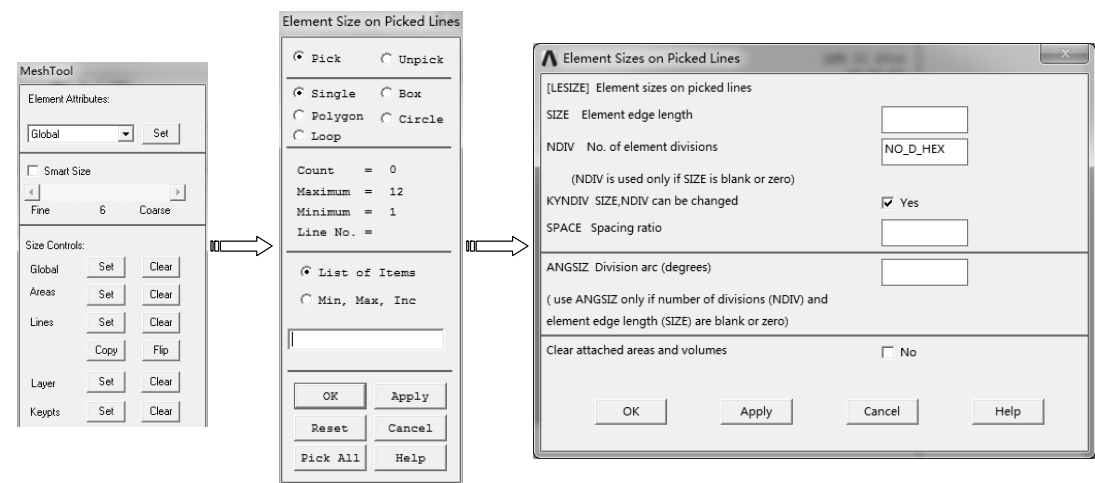

图 6-57 设置线单元数量
1) 选择“Main Menu>Preprocessor>Meshing>Mesh Tool”命令，弹出“Mesh Tool”对话框，单击“Lines”后的“Set”按钮，弹出“Element Size on Picked Lines”对话框，依次选择六边形 6 条边，单击“OK”按钮，弹出“Element Sizes on Picked Lines”对话框，在“No. of element divisions”文本框中输入 NO_D_HEX，单击“OK”按钮完成线单元数量设置，如图 6-57 所示。